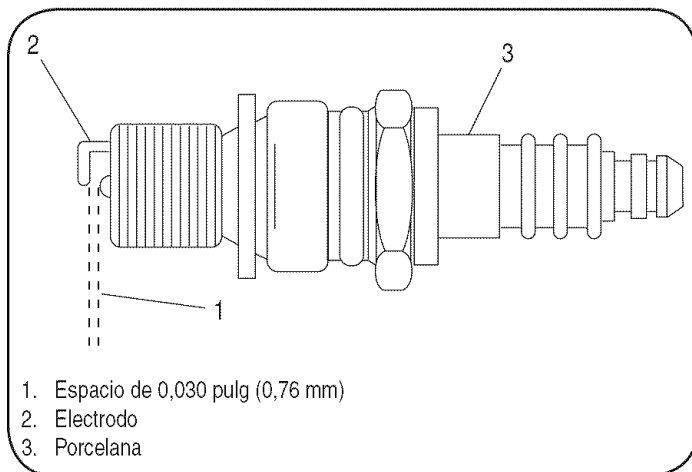

Figura 13
- Controle el espacio del electrodo con un calibrador de separaciones y ajuste dicho espacio a 0,030 pulg (0,76 mm) si es necesario. Vea la figura 13.